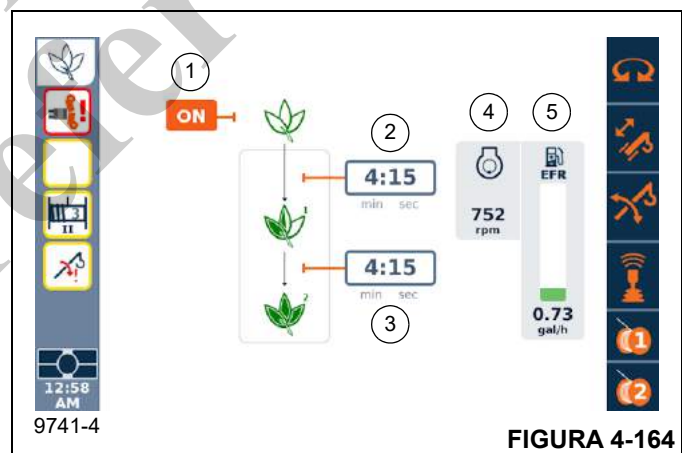
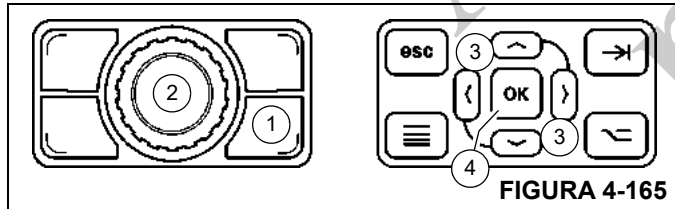

FIGURA 4-164
FIGURA 4-165
A tela de funções do Modo ECO (Figura 4-164) permite ao operador ativar ou desativar a função do Modo ECO. A tela de funções também permite ao operador especificar o tempo de inatividade das funções do guindaste antes que a rotação do motor do guindaste seja reduzida da rotação de trabalho do motor para as duas velocidades de marcha lenta.
O ícone LIGA/DESLIGA (1, Figura 4-164) é usado para ativar ou desativar a função do Modo ECO.
- A rotação do motor diminuirá automaticamente para a marcha lenta de 1.200 rpm após todas as funções do guindaste terem parado (controladores em posição neutra) e o período de tempo que foi especificado na Configuração do atraso de tempo de marcha lenta 1 (2, Figura 4-164) ter passado.
- A rotação do motor diminuirá automaticamente para a marcha lenta de 750 rpm após todas as funções do guindaste serem desativadas e o período de tempo que foi especificado na Configuração do atraso de tempo de marcha lenta 2 (3, Figura 4-164) ter passado.
1. Pressione o Botão de alternância de tela (1, Figura 4-165) no Botão rotativo para selecionar o controle de tela do ODM. Usando o Botão rotativo (2, Figura 4-165), selecione um dos campos de número de atraso de tempo (a caixa ao redor do número se tornará laranja, Figura 4-164), então pressione o Botão rotativo (2) (o número se tornará branco com fundo laranja).
Usando os Botões de seta (3, Figura 4-165), na Placa de controle de navegação do ODM, selecione um dos campos de número de atraso de tempo (a caixa ao redor do número se tonará laranja, Figura 4-164), então pressione o Botão OK (4) (o número se tornará branco com fundo laranja).